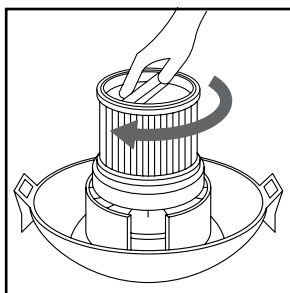

FIGURA 12
17. Sostenga la cubierta del depósito con una mano y gire la manija del retenedor del filtro en sentido de las agujas del reloj para ajustar y fijar el filtro en su sitio. (FIGURA 12)